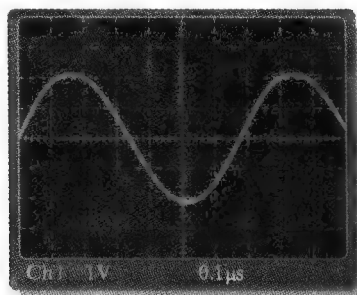

图 8-81
42. 试确定图 8-81 中屏幕显示的正弦波的有效值和频率, 水平轴为 0V 。